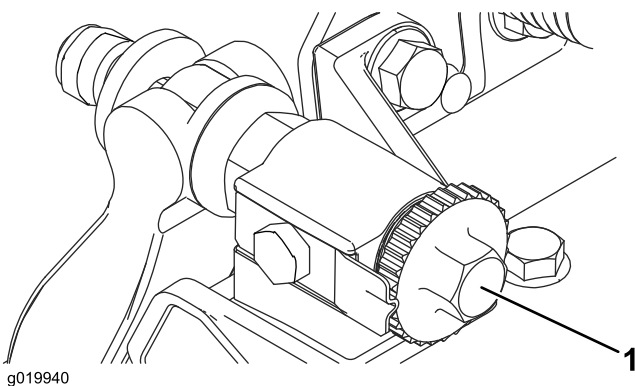

Bild 17
1. Stellen Sie die Schneideinheit auf eine flache und ebene Fläche. Drehen Sie die Einstellschrauben des Untermesserträgers nach links, um sicherzustellen, dass der Untermesserträger nicht die Spindel berührt (Bild 17).